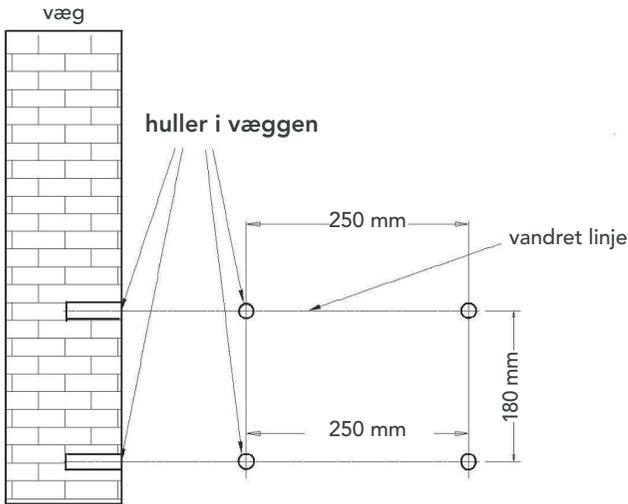

Fig. 4
- 3 Bor fire huller i væggen, der passer til hullerne på beslaget. Sørg for, at diameteren på hullerne er præcis den samme som på plastikrawlpluggene (medfølger i en separat plastikpose), og at dybden på hullerne er lige så lang som længden på rawlpluggene. Se fig. 4.